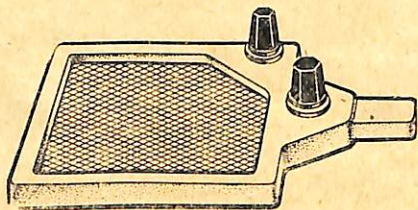

Рис. 4.
5. 3. Цинковая пластина с сеткой в корпусе (рис. 4).